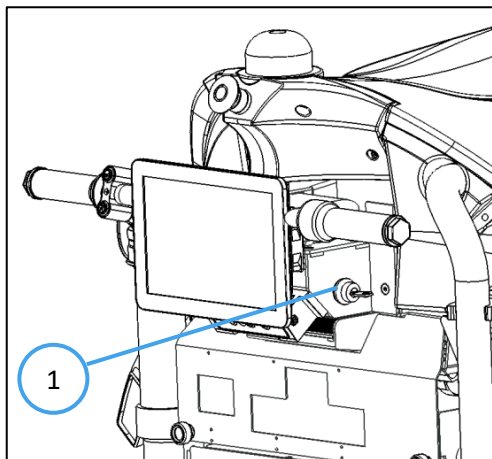

Fig. 1
1. Insérez la clé dans l'interrupteur comme indiqué (Fig. 1 - 1).